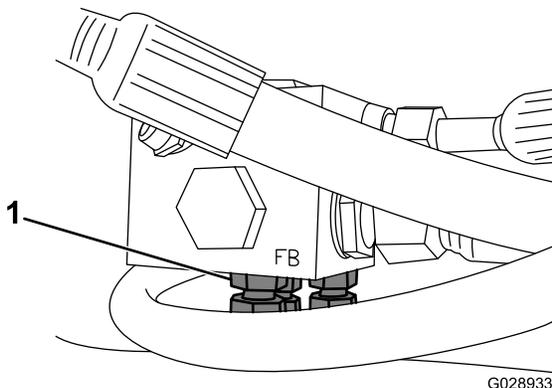

Figura 1
3. Desligue os tubos central, direito e esquerdo de 1/4 pol. do motor do cortador da parte inferior do coletor de retorno (Figura 1).